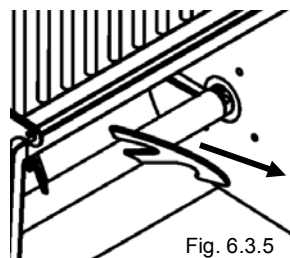

Fig. 6.3.5
- Prestar atención a que las palas estén posicionadas de manera tal que quede espacio suficiente para poder Extraerlas. Fig. 6.3.5